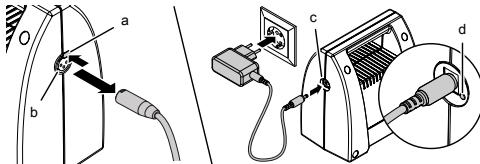

Abb. 9: Akku-Pack aufladen
- Bei Arbeiten am Antrieb unbedingt vorher den Stecker vom Antrieb zum Akku-Pack ziehen! (siehe auch Kapitel 7.2, Abb. 9)
Fehler beim Selbsttest. Garagenter öffnet oder schließt nicht.	Ziehen Sie den Stecker vom Antrieb zum Akku-Pack (siehe Kapitel 7.2, Abb. 9) und stecken Sie ihn nach ca. 10 Sekunden wieder ein.